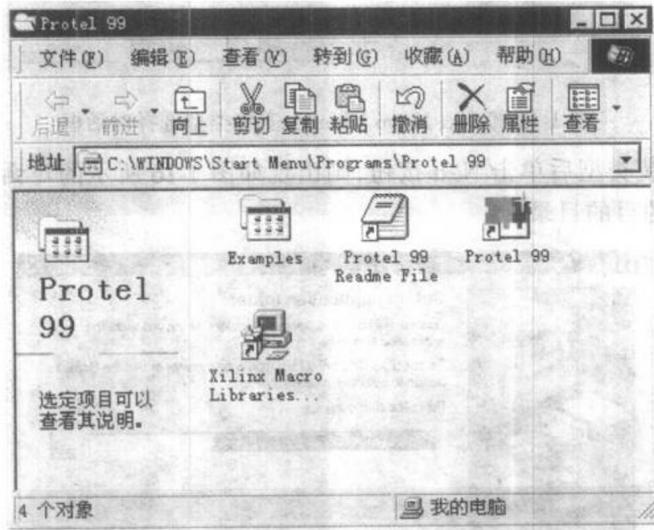

图 1-13 已安装的软件内容显示窗口
(13) 接下来, 将自动出现如图 1-13 所示的窗口, 显示安装到系统上的内容, 也就是提醒读者该进行 Protel 99 电路自动设计库资源的安装了。